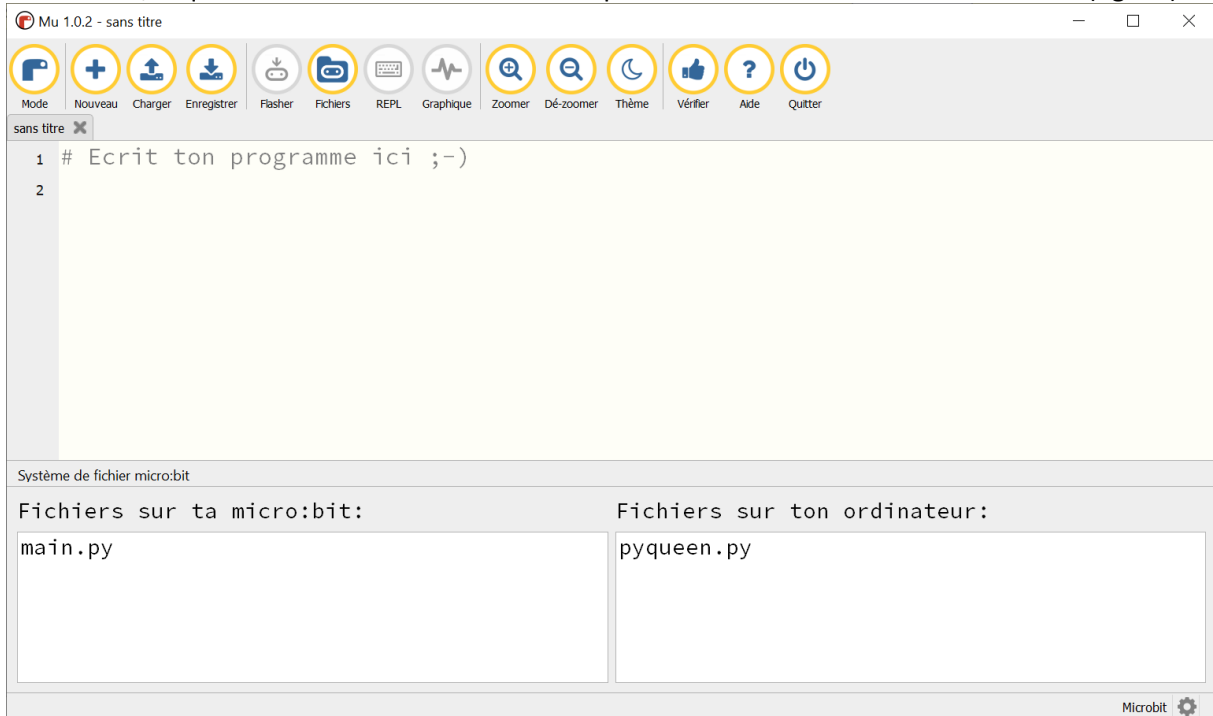

Fig. 27 : Menu interactif obtenu en cliquant sur le bouton Fichiers de Mu.
5. Dans Mu, cliquer le bouton Fichiers du menu supérieur. Un menu interactif doit s'ouvrir (fig. 27).